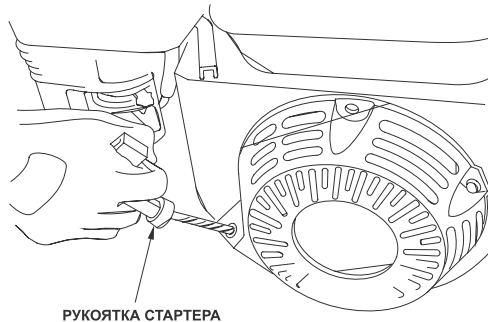

Рис.13 Положение рукоятки стартера при пуске
7.1.5. Потяните за рукоятку стартера, пока не почувствуете сопротивление. После этого резко дёрните за рукоятку стартера. Не отпускайте рукоятку стартера, так как Вы можете повредить стартер. Аккуратно верните рукоятку в исходное положение (см. рис.13).